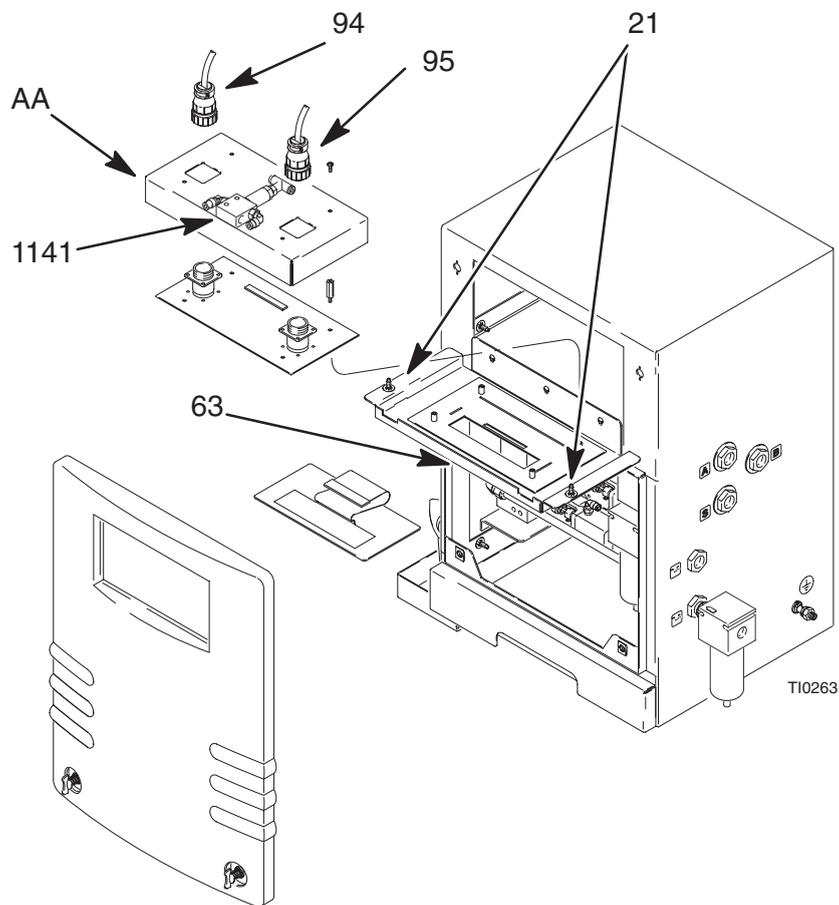

Fig. 3
- Afije los dos tornillos (21) del panel central (63) para permitir que el panel caiga hacia adelante (vea la Fig. 3).
- Retire la cinta de protección del conjunto de la válvula "B" de aire (I.D. #1141) e instálela en la tapa de la tarjeta de circuito impresa (AA) entre el mazo de cables (94, 95). La línea de accionamiento (mangueras rojas) debe estar orientada hacia la bisagra del panel.
- Cierre el panel (63); tenga cuidado de no retorcer o pellizcar las mangueras o los cables. Sujete el panel con los tornillos (21).